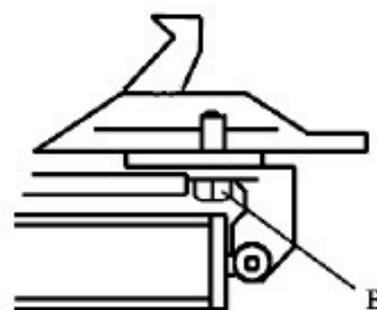

рис. 10
**Примечание:** По прошествии первых 20 дней эксплуатации, подтяните кулачки с помощью крепежных болтов (B) на поворотном столе. Рис. 10